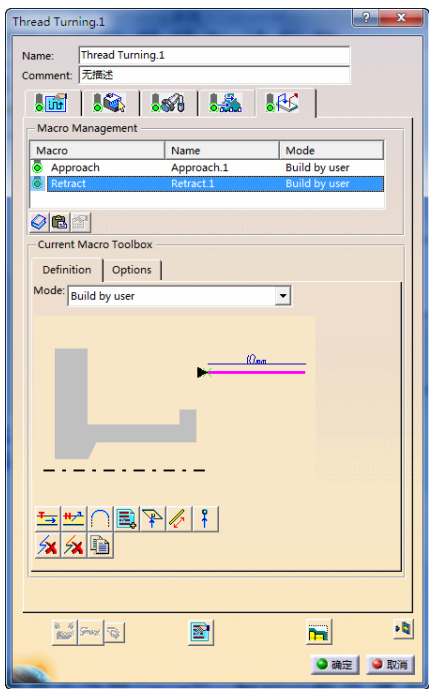

图 6-83 设置“Retract”参数(5)
- 在“Macro Management”区域的列表框中选择“Retract”, 单击鼠标右键, 在弹出的快捷菜单中选择 Activate 命令, 在“mode”下拉列表中选择“Build by user”, 然后单击 Remove all motion 按钮和 Add Tangent motion 按钮, 设置“Retract”参数(5)如图 6-83 所示。